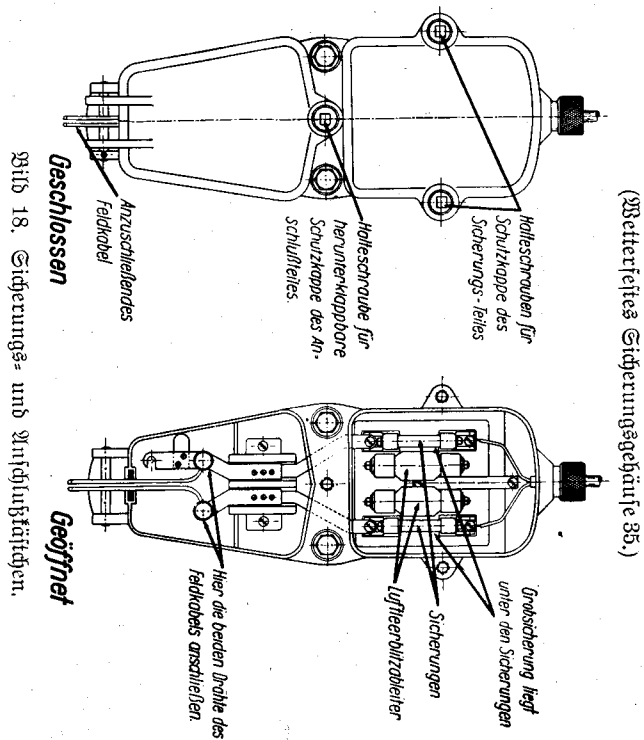

Bild 18. Sicherungs- und Anschlußkästchen.
und Anschlußkästchen an einer Stange vorgesehen (s. Bild 18).
1.) Ist die Stickleitung eine Dauerleitung auf Gestänge, dann ist die Sprechstelle wie folgt anzuschließen: An der letzten Stange ist von der DRB. ein Sicherungs- und ein Anschlußkästchen angebracht (s. Bild 18). Die Sprechstelle, die von der Stickleitung in einiger Entfernung aufzubauen ist, damit das „Singen“ der Drähte auf dem Gestänge beim Beobachten nicht stört, wird mit einer Doppelleitung auf Zimmerleitungsdraht (oder Feldkabel) im Anschlußkästchen angeschlossen (s. Bild 18). Dazu ist die Isolation an den beiden Anfängen des Zimmerleitungsdrahtes oder Feldkabels zu entfernen. Die ebenfalls blankgemachten Enden werden an den Apparatklemmen angeschlossen.
- b) Grobspannungsschutz beider Leitungszweige im „Wetterfesten Sicherungsgehäuse 35“ (s. Bild 18) prüfen. Schraubspitze darf gegenüberliegende Platte nicht berühren. Wenn beide durch Blitzschlag zusammengeschmolzen, metallische Verbindung beseitigen.